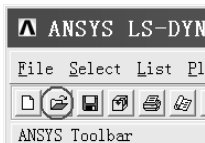

图 4-75 “OPEN ANSYS File”按钮
(2) 单击“14.0: ANSYS Mechanical APDL Product Launcher [Profile:\*\*\*La...”窗口中“Simulation Environment:”方框后的倒立三角形图标, 选中“ANSYS”。
(3) 单击“14.0: ANSYS Mechanical APDL Product Launcher [Profile:\*\*\*La...”窗口中“License:”方框后的倒立三角形图标, 选中“ANSYS LS-DYNA”。
(4) 在“14.0: ANSYS Mechanical APDL Product Launcher [Profile:\*\*\*La...”窗口中的“Working Directory:”方框内找出“D:\Ch4\balls impact”目录。
(5) 在“14.0: ANSYS Mechanical APDL Product Launcher [Profile:\*\*\*La...”窗口中的“Job Name:”方框内找出“D:\Ch4\balls impact”目录中的“balls impact.db”文件。
(6) 单击“14.0: ANSYS Mechanical APDL Product Launcher [Profile:\*\*\*La...”窗口中的“Run”按钮, 弹出 ANSYS LS-DYNA 操作界面。
(7) 单击 ANSYS LS-DYNA 操作界面左上角处的“OPEN ANSYS File”按钮(见图 4-75), 打开“D:\Ch4\balls impact”目录中的“balls impact.db”文件。打开该文件后图形界面中显示出划分单元后的三个球壳。